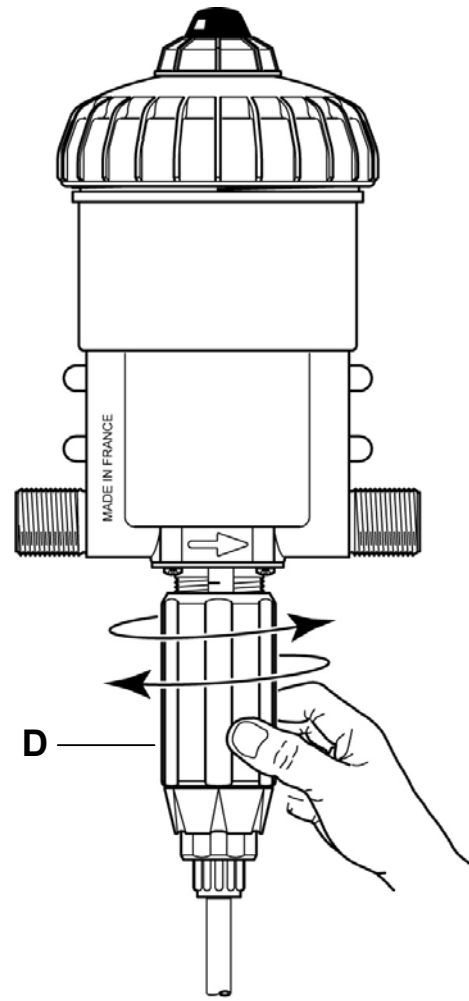

Abb. 10
- Die Muffe los - oder festschrauben (**Abb. 10-D**), bis der obere Teil der Muffe auf der gewünschten Einstellmarkierung steht.